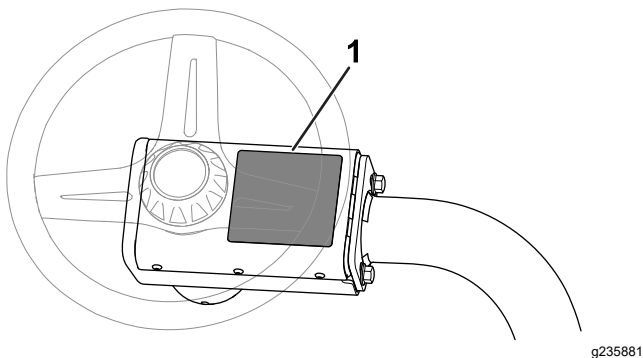

Рисунок 14
- **Предупреждающая наклейка CE:** прикрепите предупреждающую наклейку CE (№ по кат. 139-8321) поверх имеющейся предупреждающей наклейки (№ по кат. 139-8320) на колпачке рулевого колеса; см. Рисунок 14.